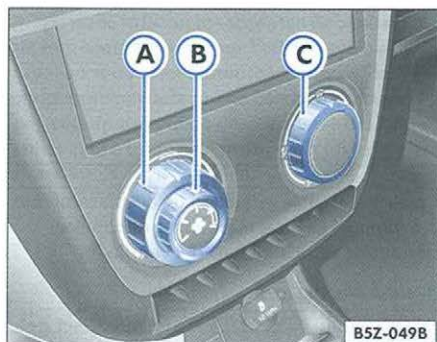
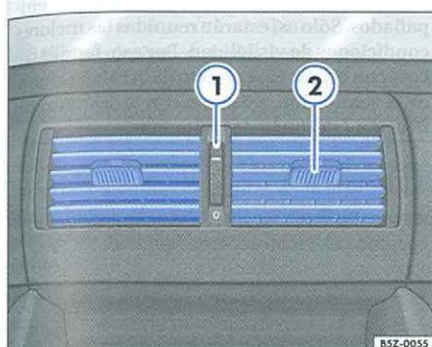

Fig. 100 Detalle en el cuadro: mandos
Fig. 101 Difusores de aire: distribución
- Gire el mando ⇒fig. 100 (A) hacia la izquierda.
- Seleccione, en el mando (B), una de las 4 velocidades.
- Seleccione la distribución del aire, a través del mando (C), para la dirección deseada ⇒página 117.
- Gire el mando ⇒fig. 100 (A) hacia la derecha hasta alcanzar la temperatura de calefacción deseada.
– Seleccione la distribución del aire, a través del mando (C), para la dirección deseada ⇒página 117.
– Gire totalmente el mando ⇒fig. 100 (A) hacia la derecha en la regulación máxima de calefacción.
– Seleccione, en el mando (B), la tercera o cuarta velocidad.
– Seleccione, en el mando (C), la posición
– Gire el mando ⇒fig. 100 (A) para la posición de calefacción máxima.
Por todos los difusores sale el aire renovado, caliente o no, según la posición del interruptor ⇒ página 118, fig. 100 (A). Los difusores se controlan por el interruptor (C). Los difusores también pueden controlarse a través de los botones giratorios laterales ⇒ fig. 101 (1), que también sirven para abrirlos y cerrarlos.
La dirección del aire puede ser alterada para los lados, moviéndose la parrilla del difusor ⇒ fig. 101 (2). ◀